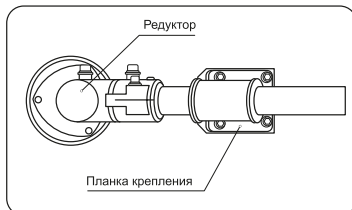

Рис.3
- Совместите отверстия в защитном кожухе с отверстиями в планке крепления (Рис.3).